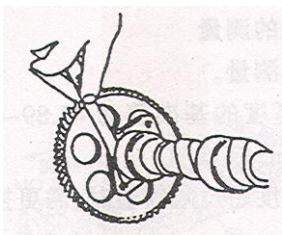

Рисунок 86
- Зазор между торцом первой шейки распределительного вала и ступицей шестерни обеспечивается упорным фланцем. Способ измерения зазора показан на рис. 86.